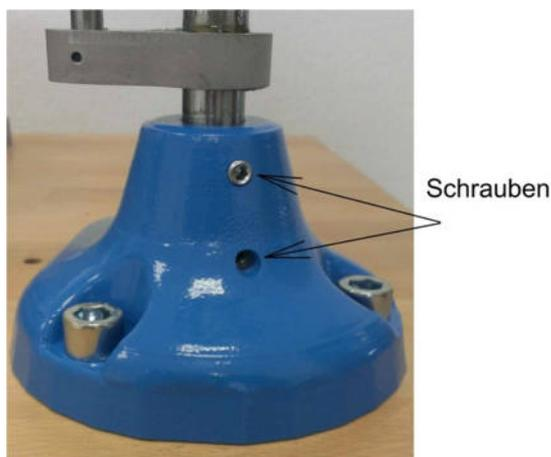

Abb.: 4-1 Fuß der Lineareinheit mit den beiden Stiftschrauben.
2. Lösen Sie die beiden Stiftschrauben, die sich im Fuß der Lineareinheit befinden und die Standwelle gegen Verdrehen sichern. Siehe Abb.: 4-1 Pos: S.
4. Ziehen Sie die beiden Stiftschrauben wieder an (Anzugsdrehmoment beachten!). Siehe Abb.: 4-1